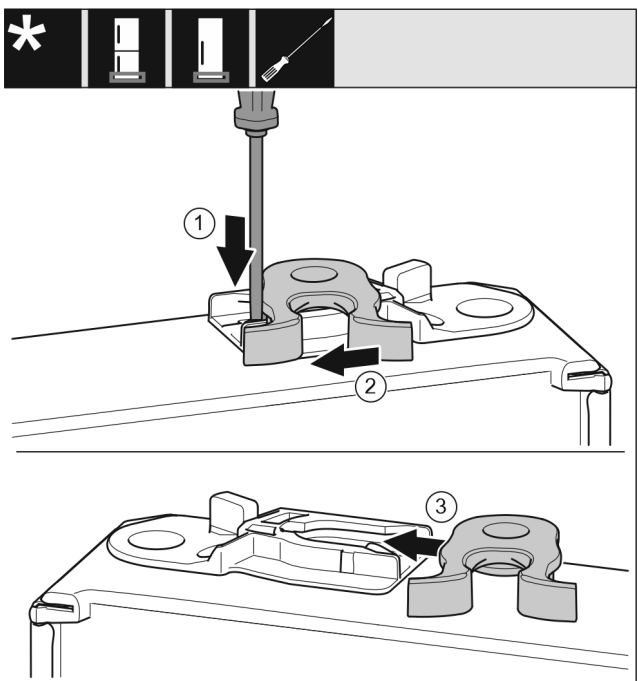

Fig. 16
- ▶ Spustelėkite antdėklą išdrožiniu atsuktuvu žemyn. Fig. 16 (1)
- ▶ Ištraukite uždarymo kablį iš kreipiklio. Fig. 16 (2)
- ▶ Uždarymo kablį kitoje pusėje įstumkite į kreipiklį. Fig. 16 (3)